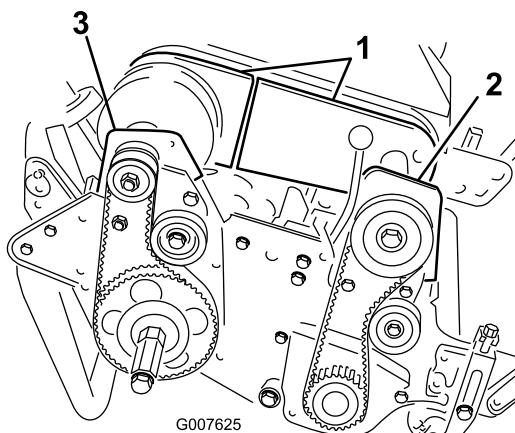

Figura 35
4. Retire los pernos que sujetan las secciones delantera y trasera de la cubierta del diferencial al alojamiento del diferencial, y separe las secciones para dejar expuesta la correa (Figura 35).
6. Retire los 2 pernos y contratuerzas que sujetan el alojamiento delantero del embrague a la chapa lateral (Figura 35).
8. Retire los 2 pernos y contratuerzas que sujetan el alojamiento del cojinete trasero derecho a la chapa lateral (Figura 35).